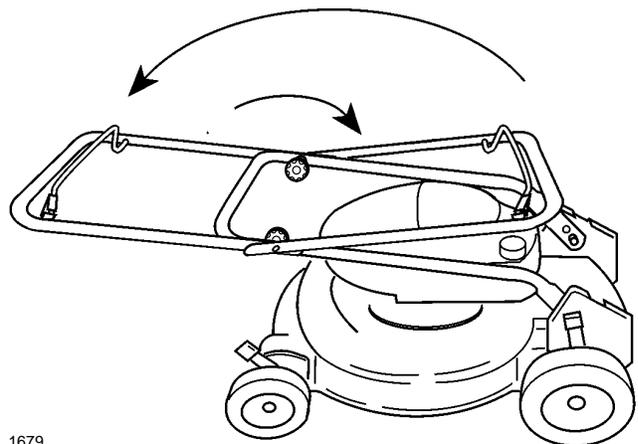

Figure 32
2. Basculer le guidon vers l'avant de la tondeuse (Fig. 32).
4. Pour le remisage à long terme, replier le guidon comme illustré à la figure 32.